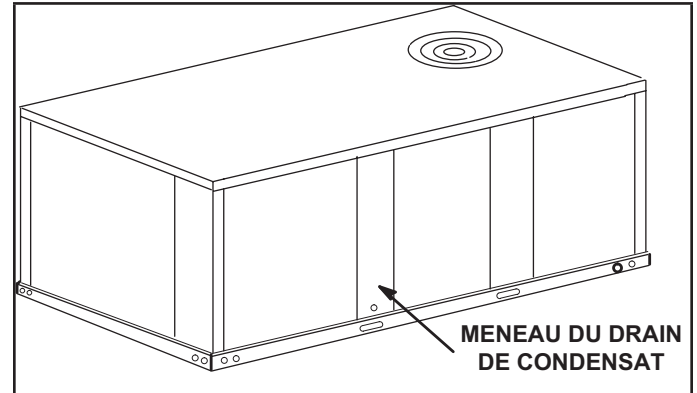

FIGURE 9
- 1 - Retirez le meneau de drainage du condensat. Reportez-vous à la FIGURE 9. Retirez les deux panneaux de chaque côté du meneau.
- 1 - Retirez le meneau de drainage du condensat. Reportez-vous à la FIGURE 9.